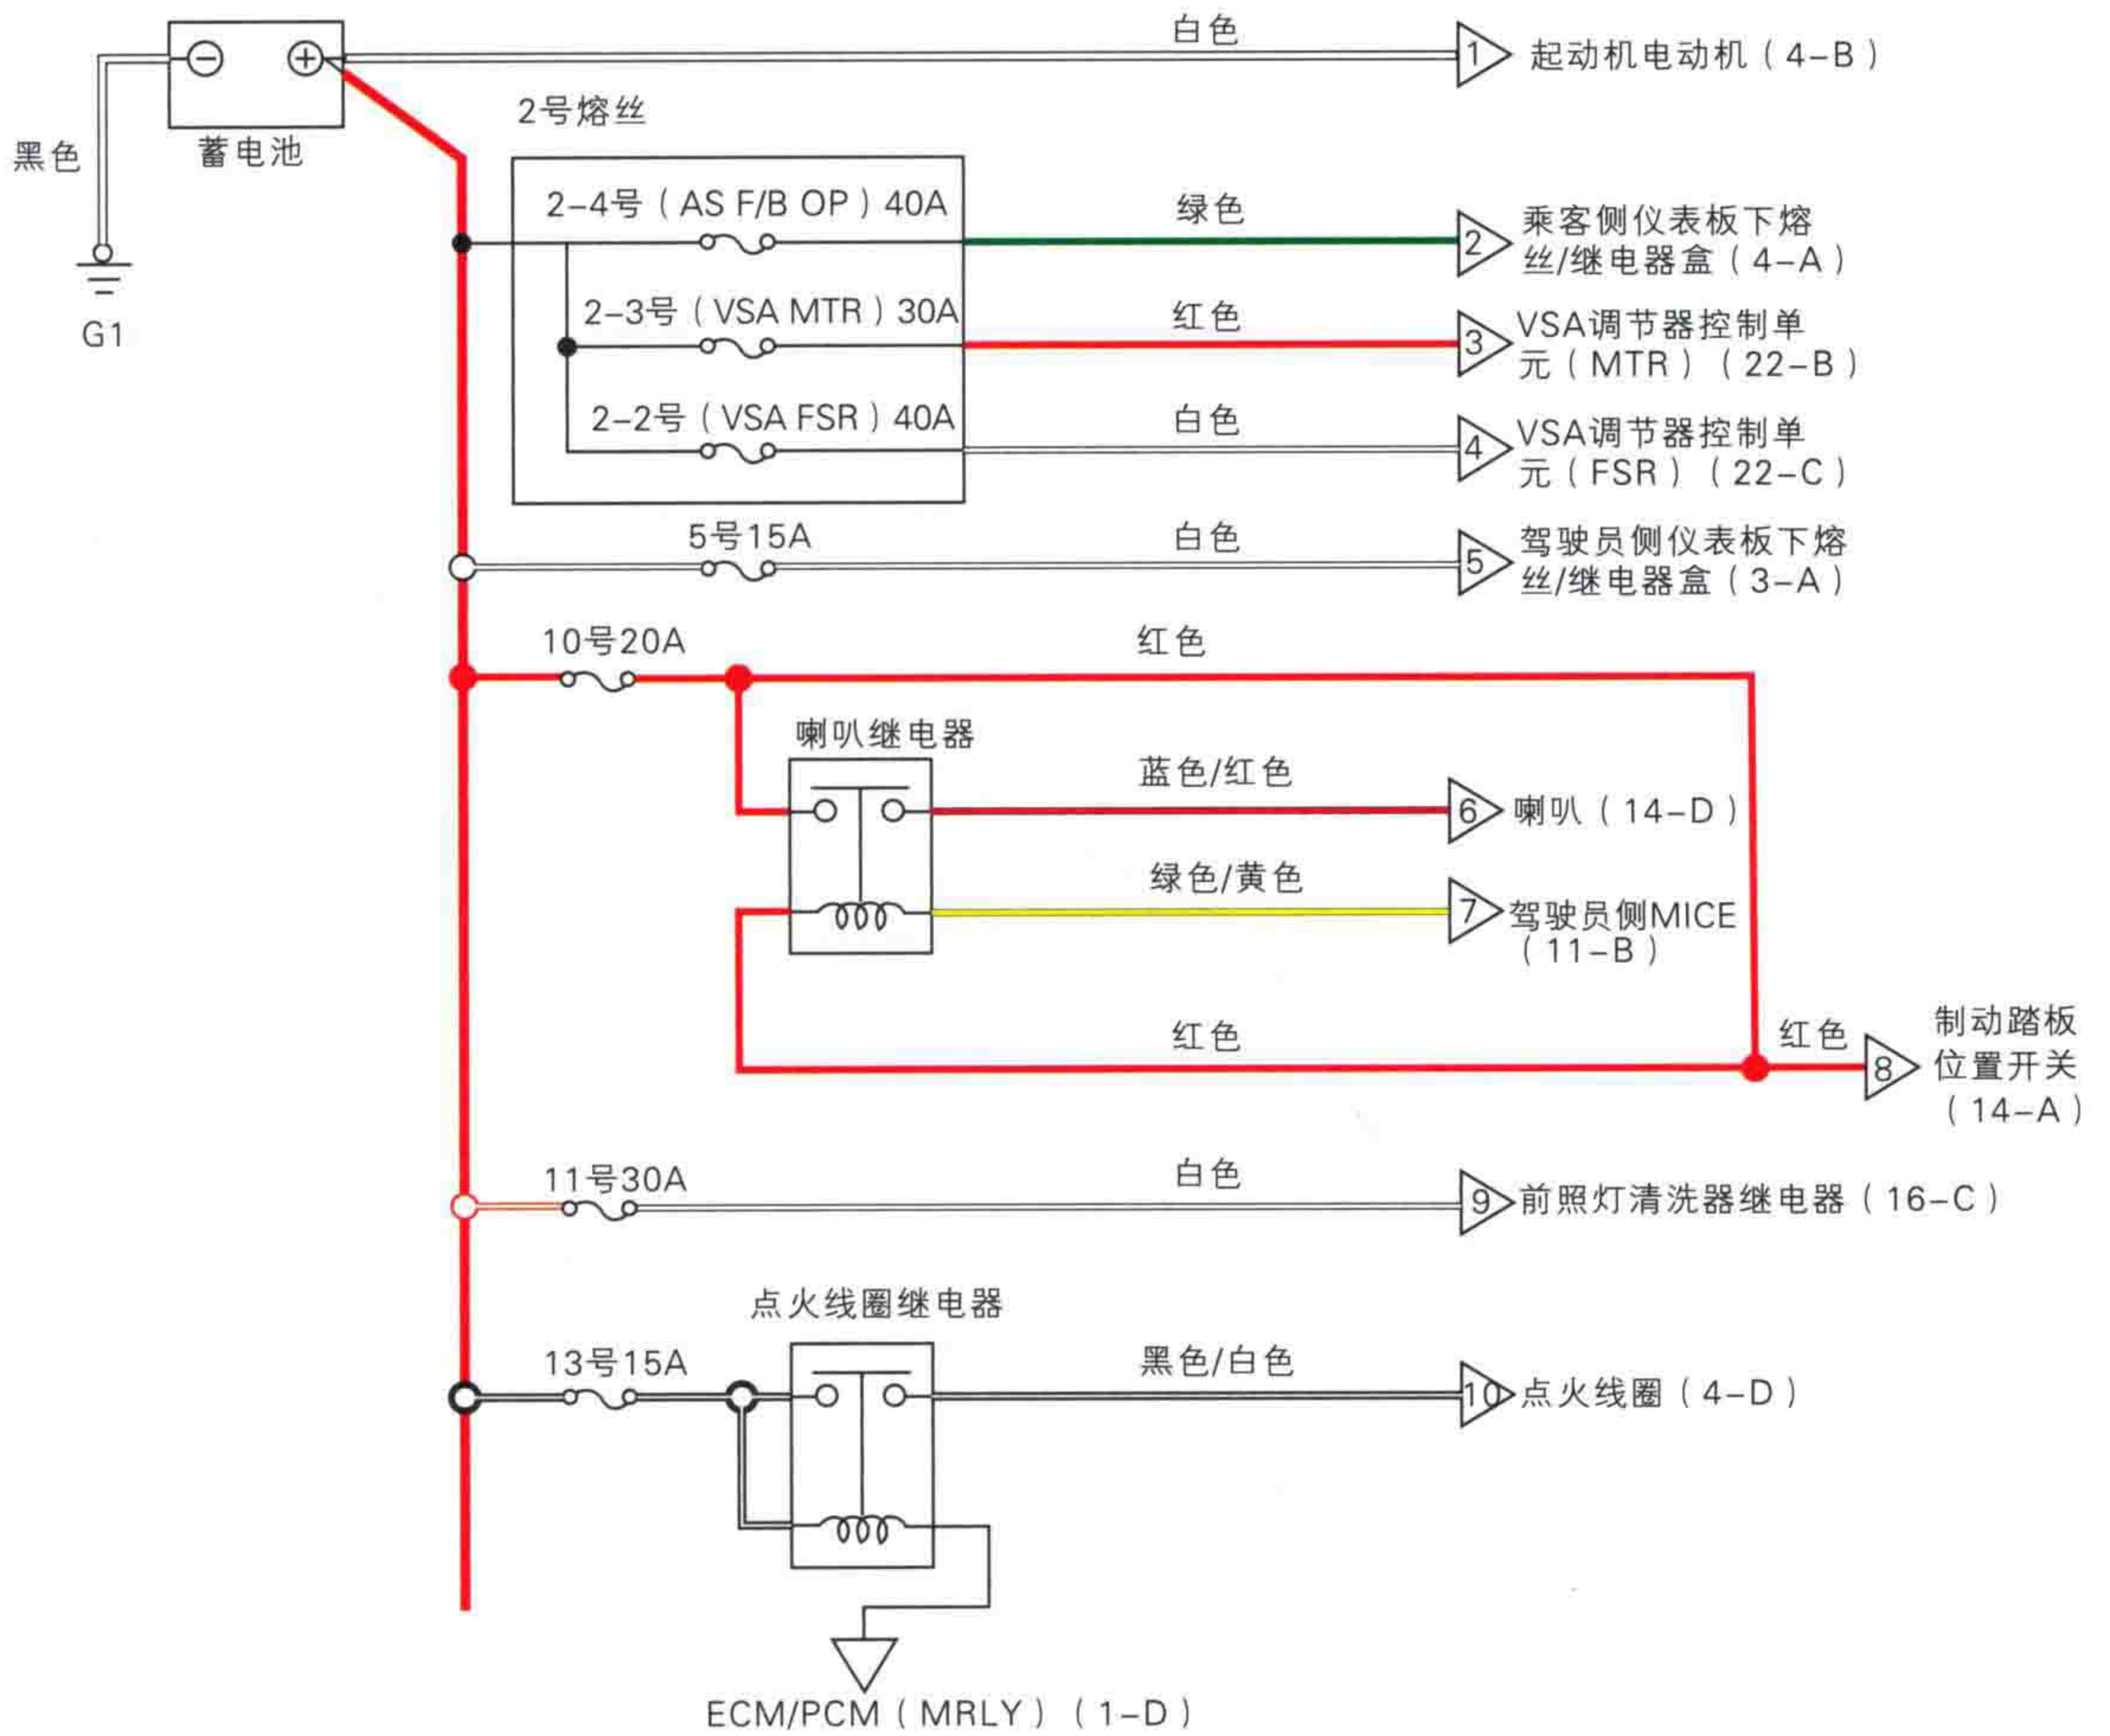

图 1-2 本田雅阁车系供电系统（局部图）
(1) 供电电路 供电电路是汽车用电设备供电正常工作必不可少的电源电路。随着汽车用电设备越来越多，汽车上的供电电路也越来越复杂。汽车的供电电流一般都是从蓄电池或发电机的正极出发，经过配电盘（熔丝/继电器盒）后统一分配到各用电器，图1-2所示为本田雅阁车系供电系统的局部图。